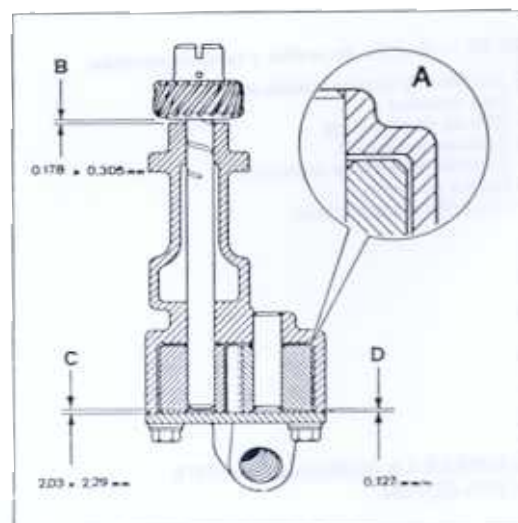

Fig. 01A-Z2C-01 — Dimensiones y detalle de montaje de los engranajes de la bomba de aceite.
2. Encajar el eje del engranaje loco (si se hubiera quitado) en el cuerpo de la bomba, de modo que exista una separación de $0,127$ mm (D, fig. 01A-Z2C-01) entre el extremo del eje y la cara inferior del cuerpo. Esto se debe efectuar con ayuda de una regla y una lámina calibradora.
NOTA 1. -- Cuando se monten nuevos engranajes en la bomba de aceite deben examinarse y de ser achafanados por un extremo solamente, se montarán con el chafán hacia la parte superior de la bomba según queda ilustrado en el detalle A, fig. 01A-Z2C-01.
3. Encajar el eje en el engranaje conductor, de suerte que su extremo quede situado $2,03$ a $2,29$ mm por debajo de la cara del engranaje. Ver detalle C, fig. 01A-Z2C-01.
5. Encajar el engranaje helicoidal en el eje hasta que se obtenga la holgura especificada a continuación entre el cubo del engranaje y el cuerpo de la bomba: $0,178$ a $0,305$ mm. Ver detalle B, fig. 01A-Z2C-01.